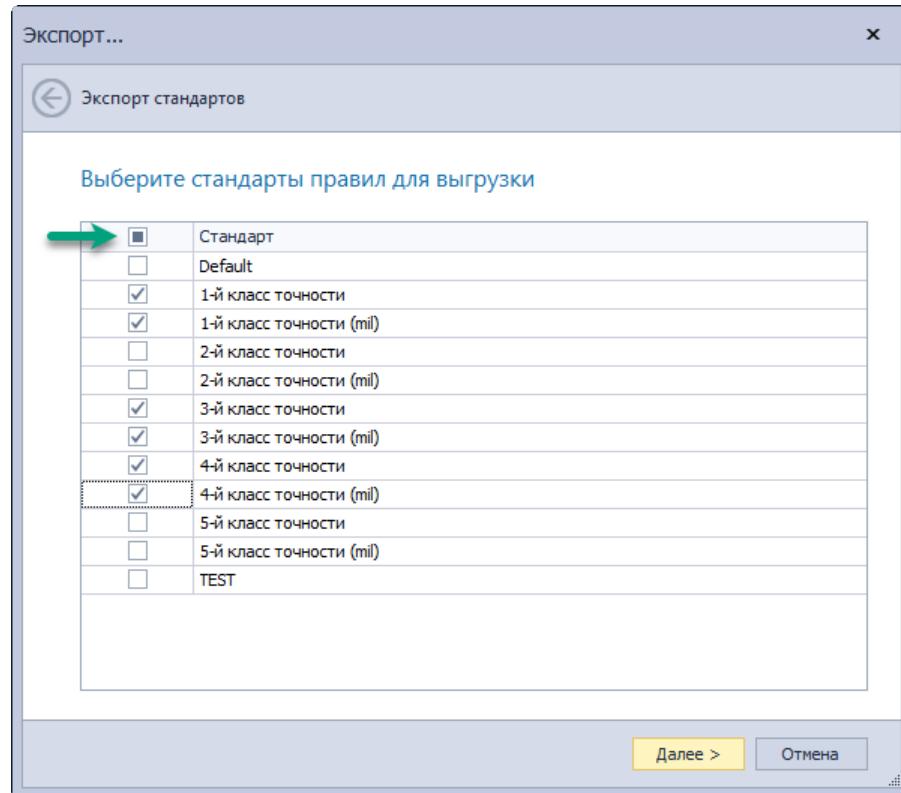

Рис. 10 Выбор правил для выгрузки стандартов
4. Укажите правила, по которым выбранные стандарты будут экспортированы, Рис. 10. При необходимости возможно выбрать все предложенные правила для выгрузки одновременно путем установки флага в поле «Стандарт» либо выбор всех правил путем снятия флага с данного поля.